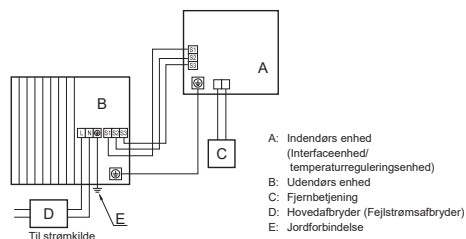
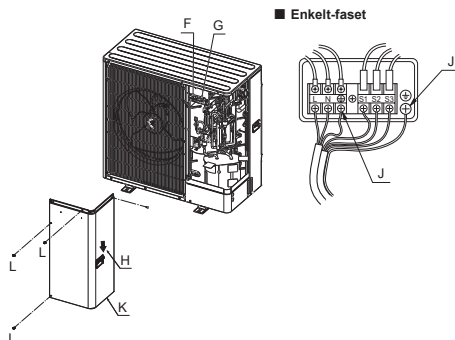

Fig. 7-1
Fig. 7-2
7.1. Udendørs enhed (Fig. 7-1, Fig. 7-2)
- (1) Afmonter servicepanelet.
- (2) Før kablerne som angivet i Fig. 7-1 og Fig. 7-2.